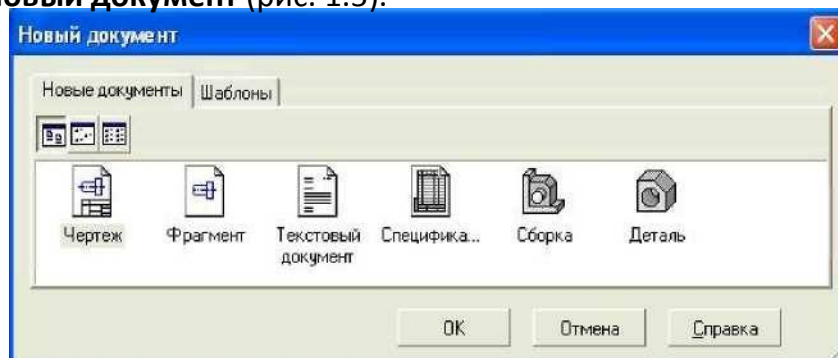

Рис. 1.5. Диалоговое окно для выбора типа документа
**Создать** или одновременно нажать сочетание клавиш **Ctrl+N**. После этого появится диалоговое окно **Новый документ** (рис. 1.5).